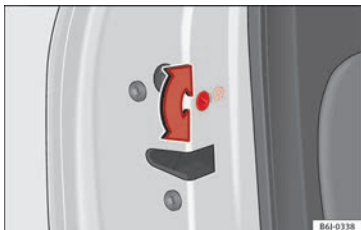

Abb. 142 Kindersicherung in der linken Tür
- Drehen Sie bei geöffneter Tür den Schlitz mit dem Fahrzeugschlüssel bei den linken Türen gegen den Uhrzeigersinn » **Abb. 142** und bei den rechten Türen im Uhrzeigersinn.
- Drehen Sie bei geöffneter Tür den Schlitz mit dem Fahrzeugschlüssel bei der rechten Tür gegen den Uhrzeigersinn und bei der linken Tür im Uhrzeigersinn » **Abb. 142**.